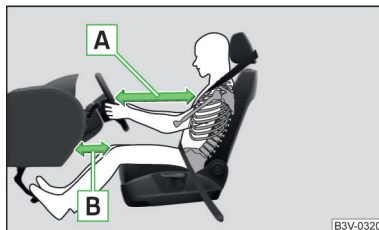

Fig. 21
- Es importante que el conductor y el acompañante mantengan una distancia mínima de 25 cm con respecto al volante o al tablero de instrumentos » **fig. 21 A**. Si no respeta esta distancia, el sistema de airbag no podrá protegerle. ¡Peligro de muerte! Los asientos delanteros y los reposacabezas siempre deben estar correctamente ajustados a la estatura del ocupante.
- Ajustar el asiento del conductor longitudinalmente de forma que la distancia de las piernas hasta el cuadro de interruptores en la zona del airbag para las rodillas sea al menos de 6 cm » **fig. 21 - B**. En caso de que no sea posible cumplir esta condición debido al tamaño del cuerpo, se debe acudir a un taller especializado.